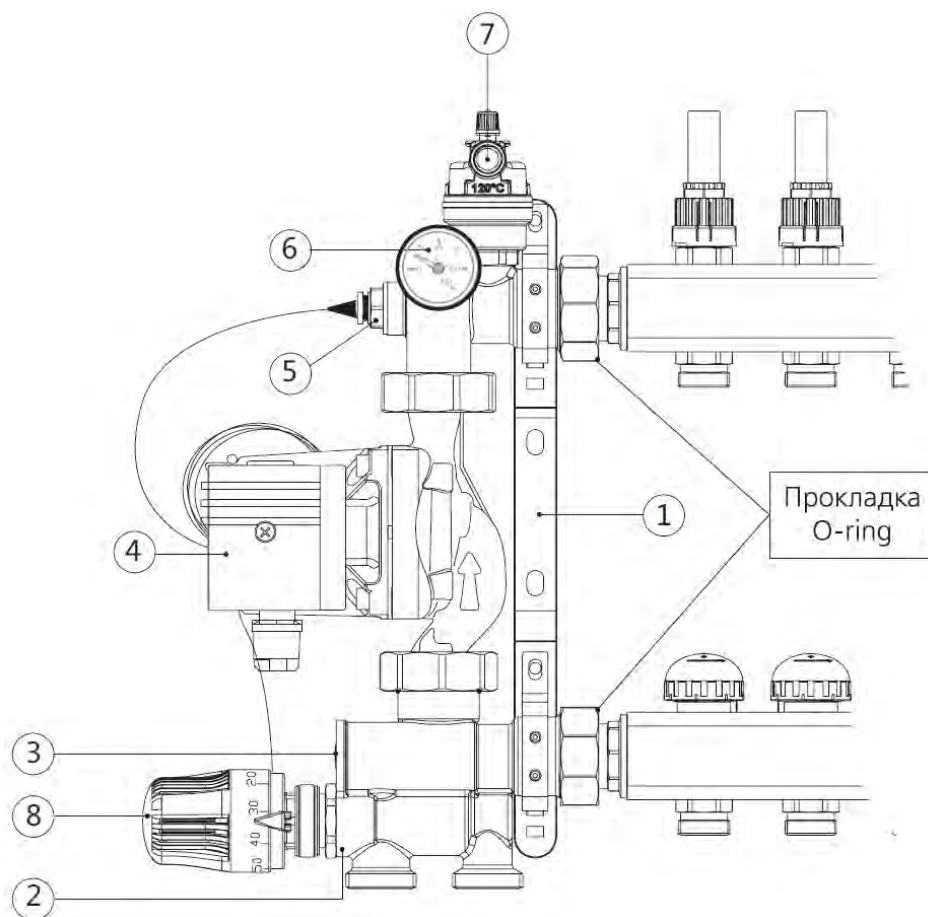
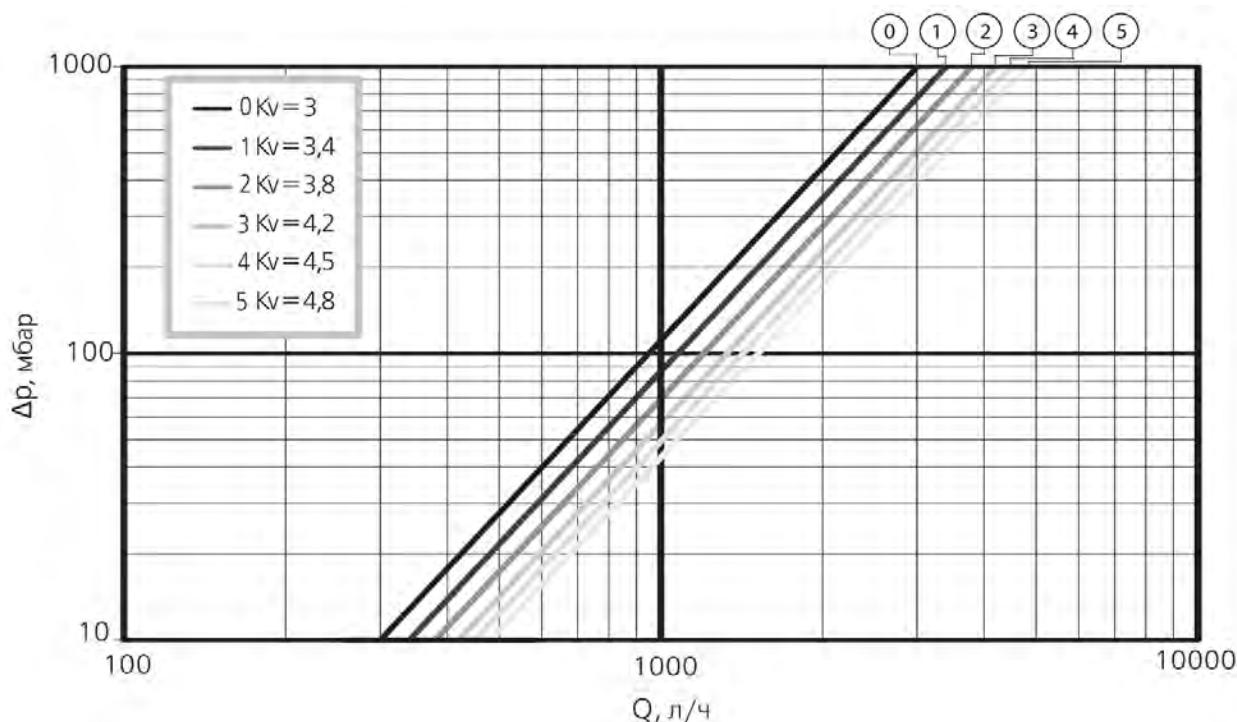

Рисунок 1
Рисунок 3
- 2) при помощи монтажного кольца головки закрепите её на смесительном клапане (рис. 1, поз. 2);
- 3) поместите датчик в гнездо температурного датчика (рис. 1, поз. 5);
Согласно приведённой ниже диаграмме (рис. 3), расходу 1032 л/ч, соответствуют 6 разных кривых  $\Delta P_{valv}$  при разных настройках байпаса (рис. 1, поз.3): чем меньше открыт байпас, тем быстрее достигается требуемая температура на подаче, и наоборот, при максимально открытом байпасе увеличивается расход и одновременно сокращается колебание температуры подачи, связанное с открытием-закрытием различных зон, на которые разделяется система отопления.
Температура подачи низкотемпературного контура отопления задаётся на термостатической головке (рис. 1, поз.8), с диапазоном установки от 20 до 65°C, и поддерживается постоянной благодаря действию термостатического клапана.